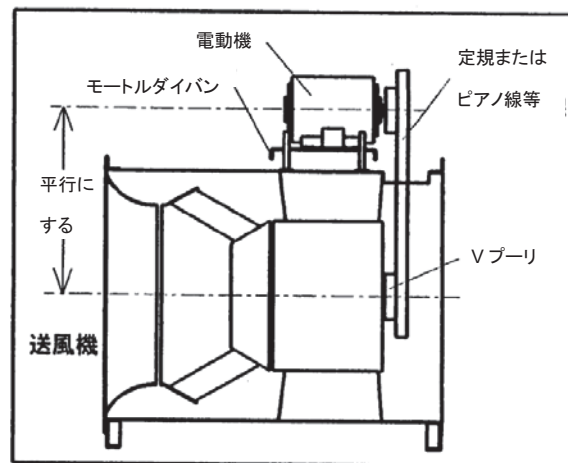

図 6 芯出し方法
- (1) 送風機側と電動機側の V プーリの外側端面に図 6 に示すように定規またはピアノ線等を当て、直線上にあるように確認、調整してください。
- (2) 一般の V ベルトの張力は V ベルトの中間を指で押して、へこみ具合が V ベルトの厚さ位なら適当です。